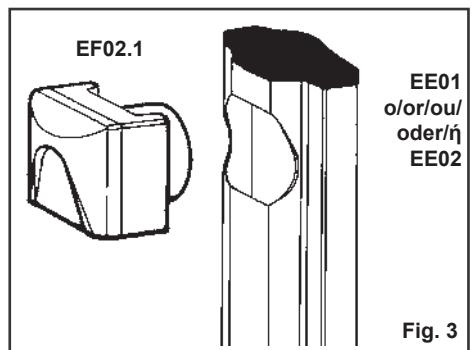

Fig. 3
- Per l'installazione della versione per colonnina utilizzare le fotocellule articolo EF02.1 (Fig. 3).
- Zur Installation der Säulenausführung, die Photozellen Art. EF02.1 (Abb. 3) verwenden. Zur Aufnahme der Photozelle in Betonwänden, das entsprechende Einbaugehäuse Art. ZX26 verwenden.
- When installing the column-fitted model, use the EF02.1 photocell (fig. 3).
- Para la instalación de la versión para columna utilizar las fotocélulas artículo EF02.1 (Fig. 3).
- Si la cellule photoélectrique doit être montée sur un pilier, utiliser le modèle EF02.1 (fig. 3). Si la cellule photoélectrique doit être Encastrée dans un mur en béton, utiliser le boîtier Art. ZX26.
- Nas versões de coluna utilizar as fotocélulas EF02.1 (Fig. 3).